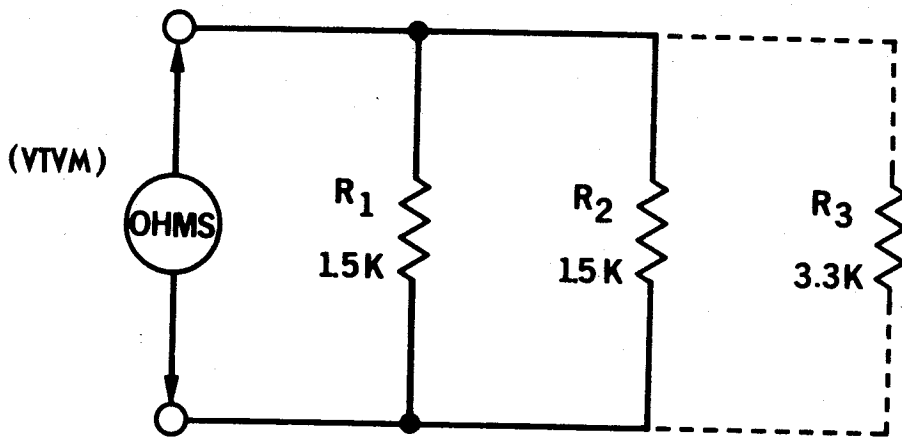

Fig. 11-1
2. Conecte R_1 y R_2 según el esquema que se muestra en la Fig. 11-1. No las conecte a la fuente de energía.